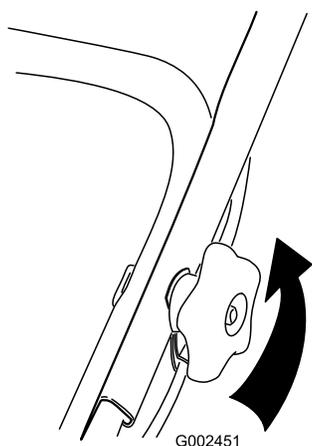

Figura 54
1. Afloje los pomos del manillar hasta que pueda mover libremente la sección superior del mismo (Figura 54).